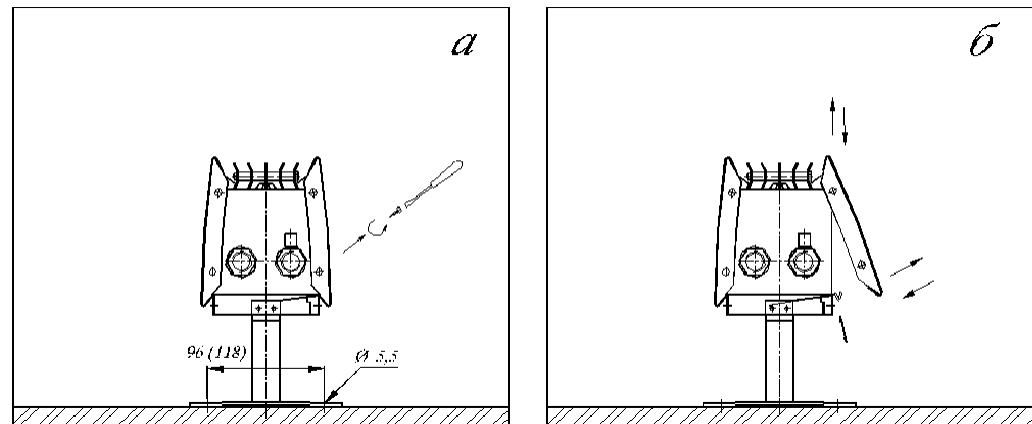

Рис.5
- 5.4. Снять лицевую панель предварительно открутив винты на боковых сторонах конвектора и освободив нижний край панели от фиксаторов.(Рис.5.)